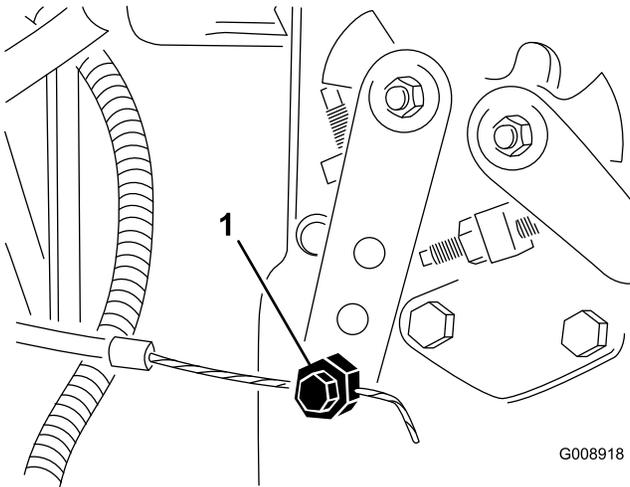

Bild 55
2. Lockern Sie den Anschluss des Gaszuges am Arm der Einspritzpumpe (Bild 55).